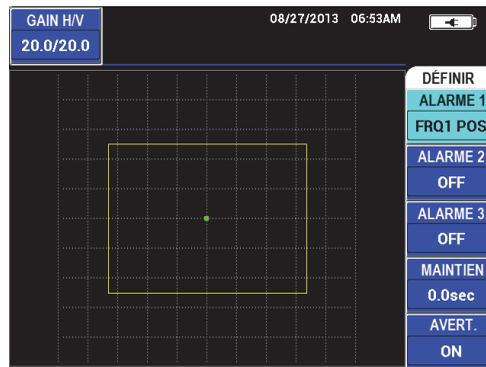

Figure 5-241 Polarité de l'alarme
3. Utilisez la molette de réglage pour sélectionner la polarité de l'alarme : Le paramètre **FRQ1 POS** active une alarme de polarité positive, alors que le paramètre **FRQ1 NEG** active une alarme de polarité négative (voir la Figure 5-241 à la page 316).